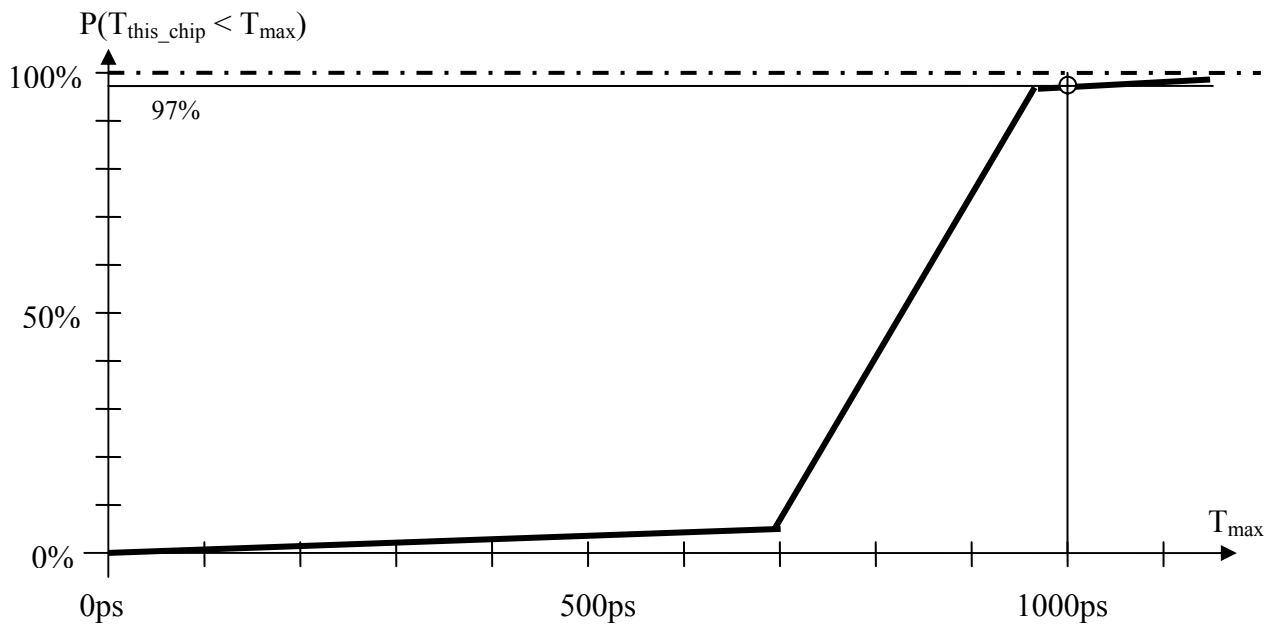

Abbildung 3.1
- Würde man den Chip um 33% höher takten – wie groß wäre dann der zulässige Delay? Wie hoch wäre damit nach Abbildung 3.1 der Prozentsatz der auszuschheidenden Chips?